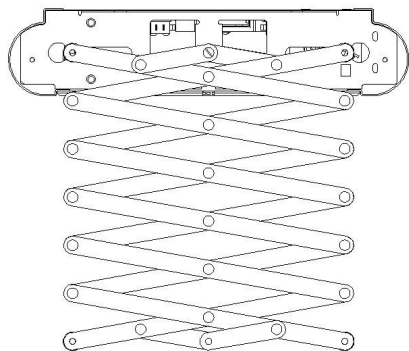
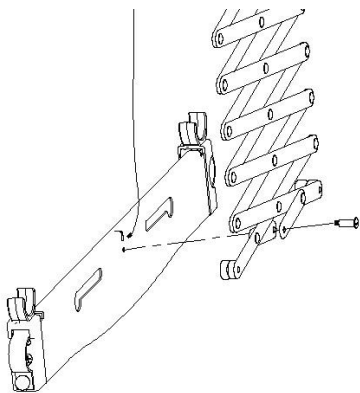

图 3
图 4
7. 安装剪刀架：先将剪刀架一端安装在主机安装板上，用剪刀架螺钉锁紧（如图 3 所示），再将钢丝绳的圆锌头套进衣杆支撑板的卡孔内，将另一端剪刀架安装在衣杆支撑板槽内，并用剪刀架螺钉锁紧（如图 4 所示）。